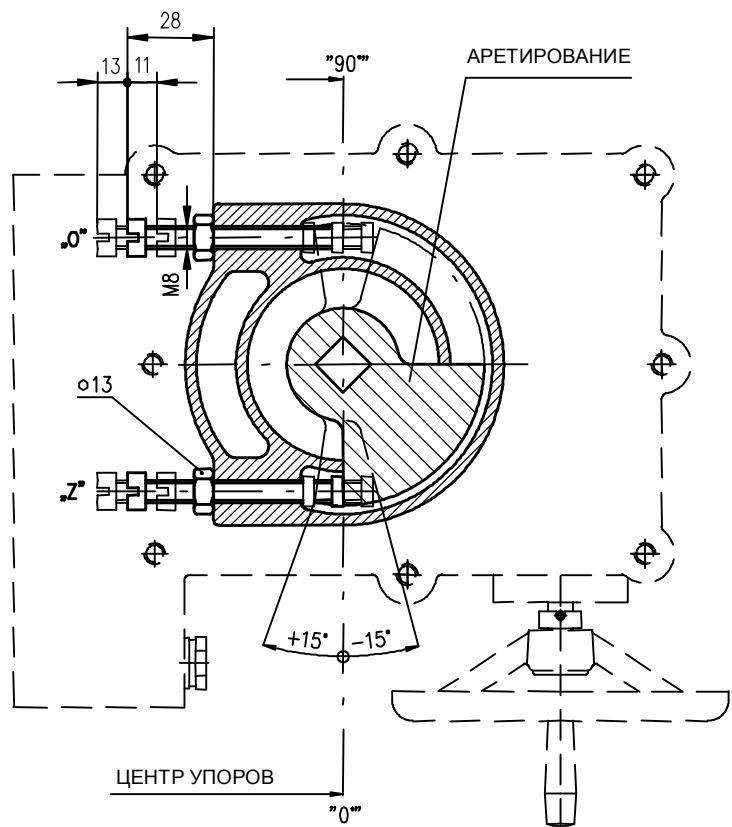

Рис. 7
4.6 Перестановка позиции рабочего угла и настройка упорных винтов (Рис.7)
Для определения позиции рабочего угла арматуры служат упорные винты, которые позволяют изменение положения из позиции "З" (0°) и из позиции "О" (60°, 90°, 120°, 160°) о величину $\pm 15^\circ$ (рис.7), на котором выходной вал в позиции "З" (закрыто) для рабочего угла 90°. Упорные винты служат к механическому ограничению положения рабочего угла для ручной эксплуатации или как конечные точки пути для моментного выключения. Поэтому выходной упор не должен наталкиваться на упорные винты во время моторной эксплуатации без настройки моментного узла. Иначе бы могло дойти к повреждению механической передачи.